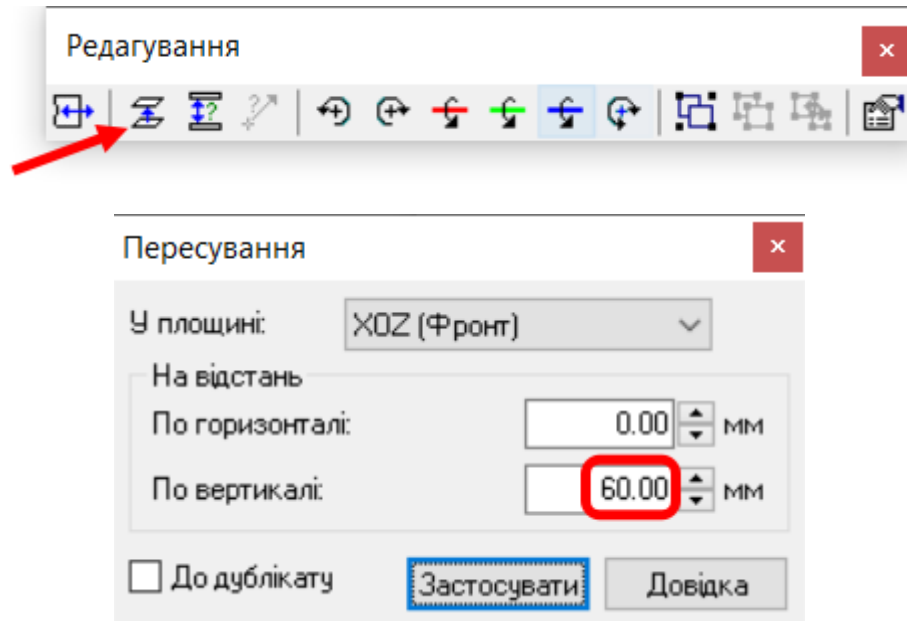

Рис. 1.11. Позиціювання нижньої полиці
- перемістити полицю на 60 мм вгору. Виділити полицю та на панелі інструментів «Редагування» вибрати кнопку «Пересунути». В діалоговому вікні «Пересування» в рядок «По вертикалі» ввести 60 мм (рис. 1.11).